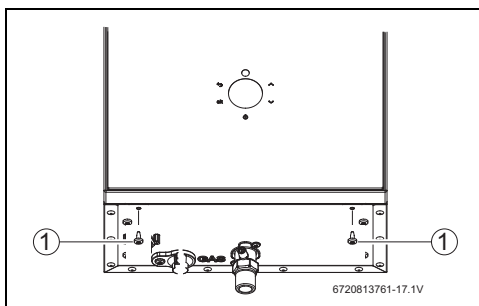

Fig. 29 Retirar a frente
- ▶ Retirar a frente do aparelho (Fig. 29).